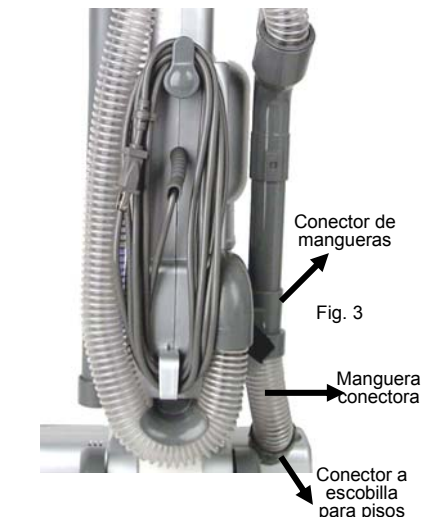

Fig. 3
- Inserte la manguera conectora en el casco de la escobilla para pisos (Fig. 3).
- Agarre el extremo del mango desmontable de la manguera e insértelo en el conector de la manguera (Fig. 3).